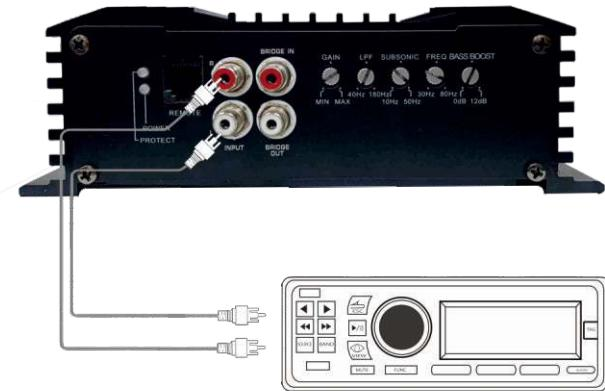

Рис.2
- Усилитель рассчитан на подключение через RCA- разъёмы к линейным выходам головного устройства или отдельного процессора (**Рис. 2**). Если Ваше головное устройство не имеет линейных выходов, Вы можете подключить усилитель, используя конвертер высокого уровня сигнала в линейный (продаётся отдельно).